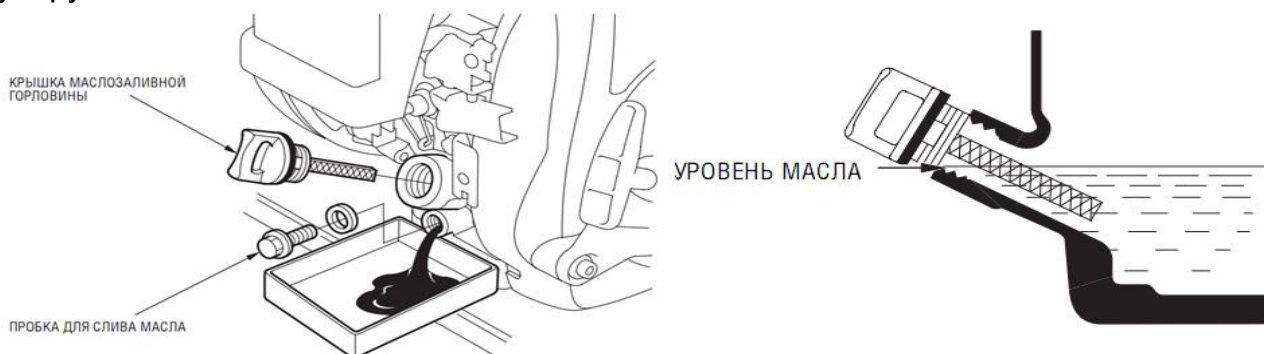

Рис.16 – Замена моторного масла
6.1.5 Замена моторного масла (рис.16)
1. Открутите крышку/щуп картера (рис.3, рис.4, рис.16).
2. Открутите пробку для слива масла и слейте масло в специальную емкость (рис.16)